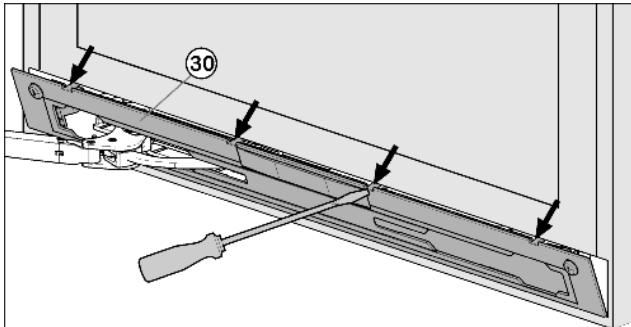

Fig. 11
- ▶ Décliqueter le panneau *Fig. 11 (30)* avec un tournevis puis le retirer.